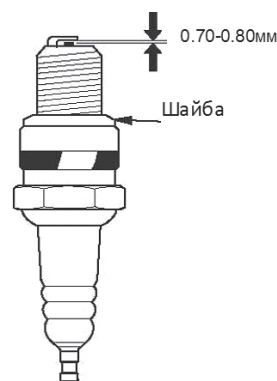

Рис.11
1. Снимите колпак свечи зажигания (Рис.11) и удалите грязь вокруг свечи зажигания.